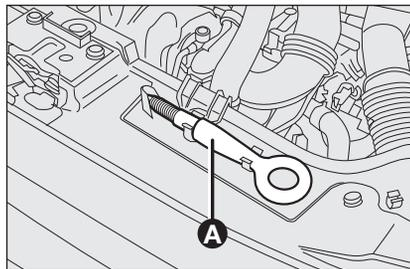

fig. 26
L'anello di traino, fornito in dotazione con il veicolo è ubicato nel vano motore come illustrato in **fig. 26**.
- sollevare il cofano motore svincolare l'anello **A-fig. 26** dalla sua sede;